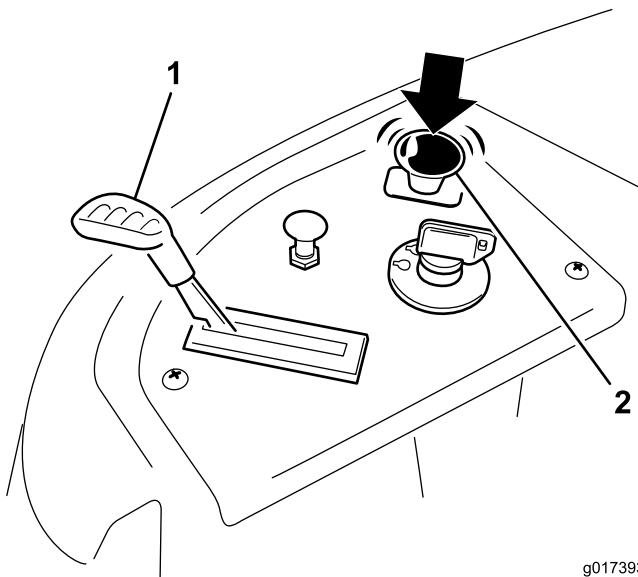

Figure 12
- Désengagez les lames en plaçant la commande des lames en position Désengagée (Figure 12).